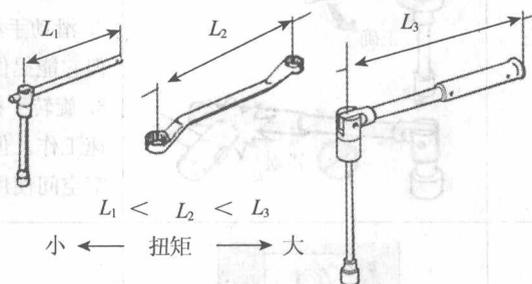

图 1-1-3 扭矩大小与工具的长度关系
(3) 根据旋转扭矩的大小选用工具。如果最后拧紧或开始拧松螺栓/螺母需要大扭矩，要使用允许施加大力度的扳手。可以施加的力的大小取决于手柄的长度。手柄越长，用较小的力得到的扭矩越大（见图 1-1-3）。如果使用了超长手柄，就有扭矩过大的危险，螺栓有可能折断。